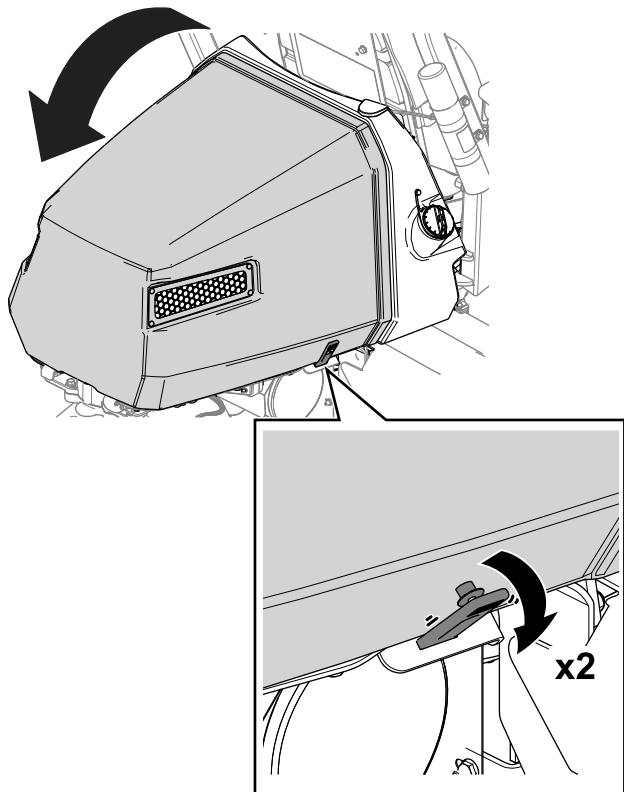

Figura 37
1. Rilasciate le cinghie da ciascun lato del cofano (Figura 37).
2. Sollevate il cofano (Figura 37).